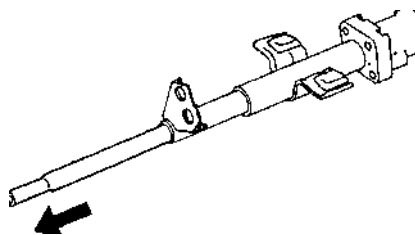

Рис. 6.37.
- извлечь через нижнюю часть рулевой колонки рулевой вал (рис. 6.37);